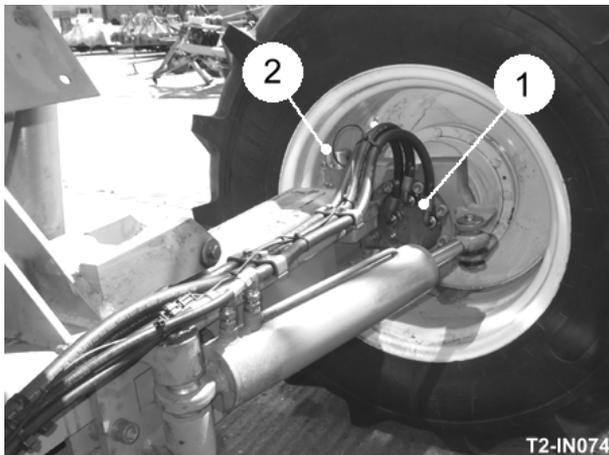
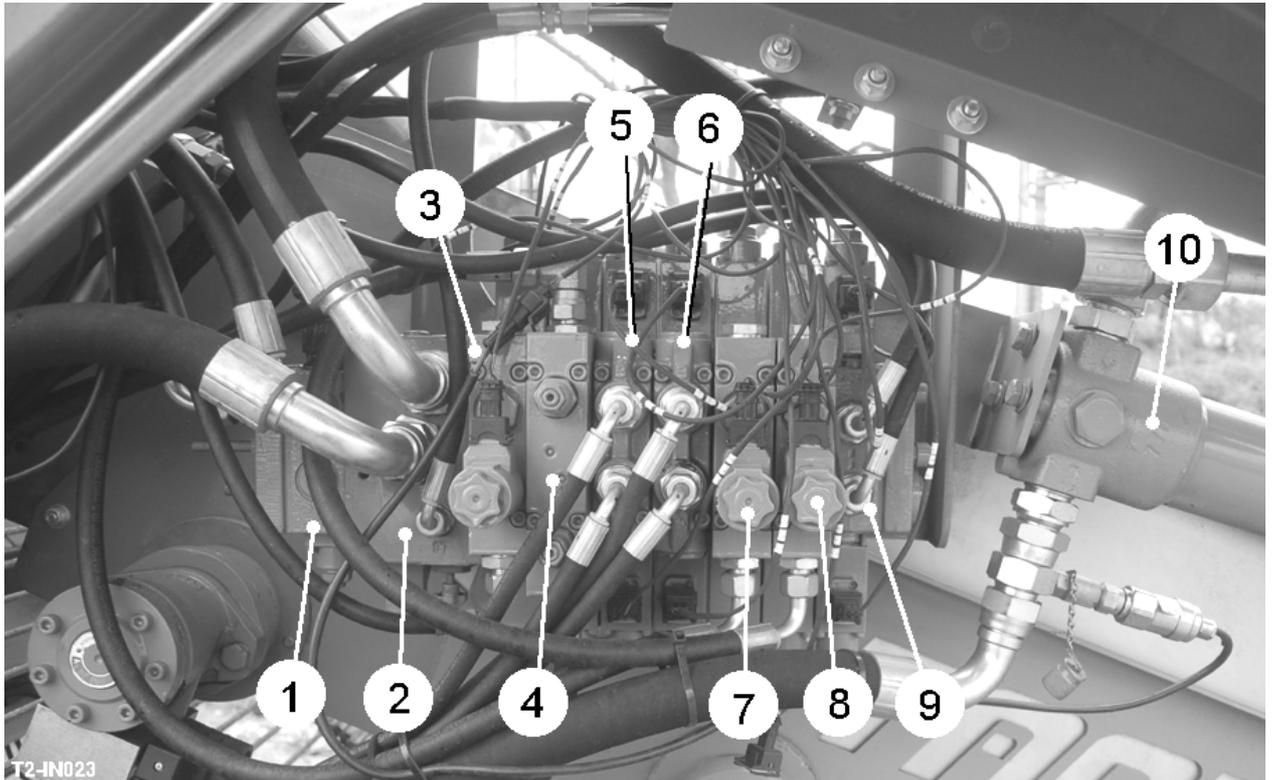
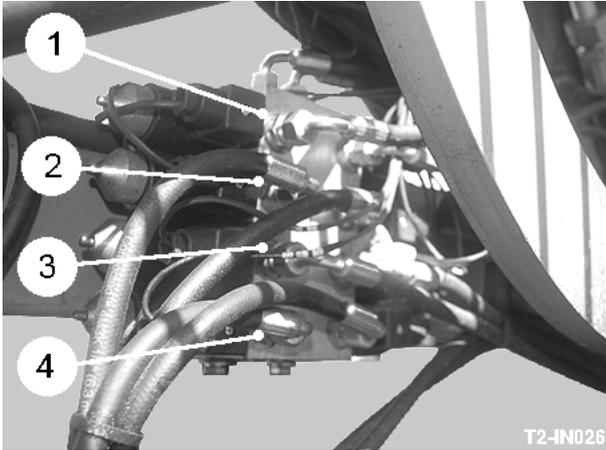
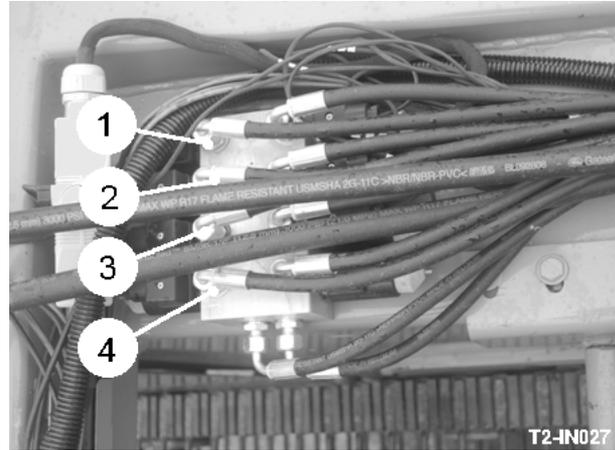

Fig 21
Fig 24
Fig 25
Fig 26
El eje suministrado energía suministra tracción adicional durante el trabajo. El eje suministrado energía traslada el fuerza motriz del PTO de tractor para mover las cosechador ruedas hidráulicamente hasta una velocidad máxima de 5.5 kmh (3.5 mph). Esto es conseguido by means of una carga intuir, la compresión en que bomba de desplazamiento, variable (item 1, fig 26), que proveen el flujo de aceite compensado hidráulico de mover la rueda va en coche (item 1, fig 21).
Las unidades de disco de ascensor / esparcidor de servicios y licenciamiento de carnero hidráulicas son proporcionadas con aceite hidráulico del tractor. Una alimentación mínima de 50 litros / acta es introducida en el filtro de compresión (item 10, fig 24) en la sección de entrada del banco de válvula auxiliar (see fig 24). El sistema aceptará hasta 80 litros / acta máximos. El régimen de tiro de todas las válvulas es proporcionalmente controlado del sistema eléctrico y es graduable vía la terminal del servicio. Los servicios de carnero adicionales son suministrados energía por la asesor del juez sección de válvula vía esclavo válvulas. La esclavo válvula (vea fig 25) opera el drawbar, el fraccionamiento de acciones de Web, nivel de máquina y rueda que está al día con carneros. La esclavo válvula (vea fig 26) opera los 1st y 2nd ángulos de separador de omega y alturas de rodillo de terrón. La sección de válvula de ascensor en la parte trasera del banco de válvula auxiliar suministra energía a la Web de licenciamiento y el esparcidor va en coche. La válvula de ascensor tiene prioridad sobre las válvulas del servicio de carnero. El régimen de tiro para el esparcidor es graduable por separado hasta el conjunto de circulación para el ascensor. El retorno la circulación de aceite de las válvulas y la motores se recombina y es devuelto al tractor, a la perfección a través de una presión trasera baja o el apareamiento de retorno libre - circulación. Ninguna válvula de desahogo distinta es sida conveniente para al circuito auxiliar, el sistema depende de la válvula de desahogo de tractor totalmente.